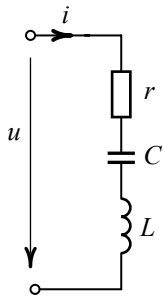

Рис. 8.3
Для цепи (рис. 8.3) построить кривые мгновенных значений приложенного к цепи напряжения u , тока i , полной мощности p , энергии электрического и магнитного полей. Дано: $u = 26 \sin \omega t$, $r = 2,5$ Ом, $L = 0,02$ Гн, $C = 500$ мкФ, $\omega = 500$ с⁻¹.
1. Мгновенное значение тока в цепи (рис. 8.3):